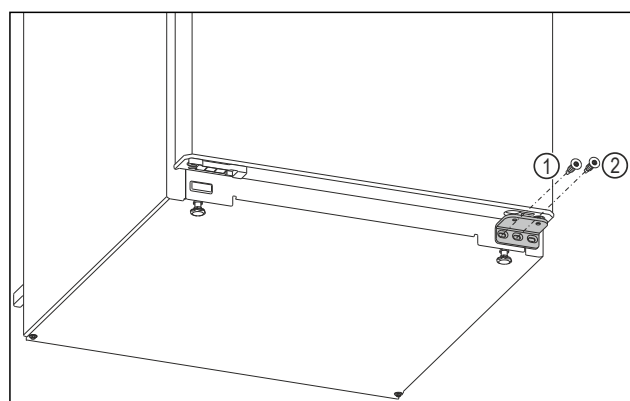

Fig. 6
- ▶ Deșurubați și scoateți șurubul din interior de la suportul de lagăr inferior cu șurubelnița Torx 20. Fig. 6 (1)
- ▶ Deșurubați și scoateți șurubul din mijloc de la suportul de lagăr inferior cu șurubelnița Torx 20. Fig. 6 (2)